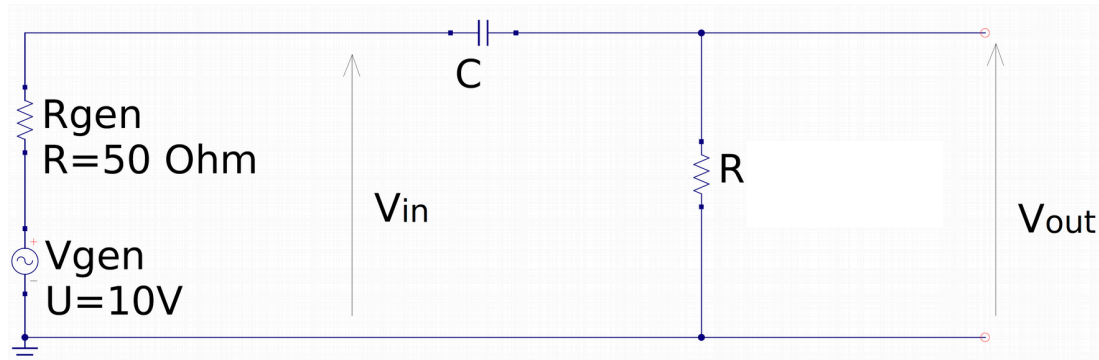
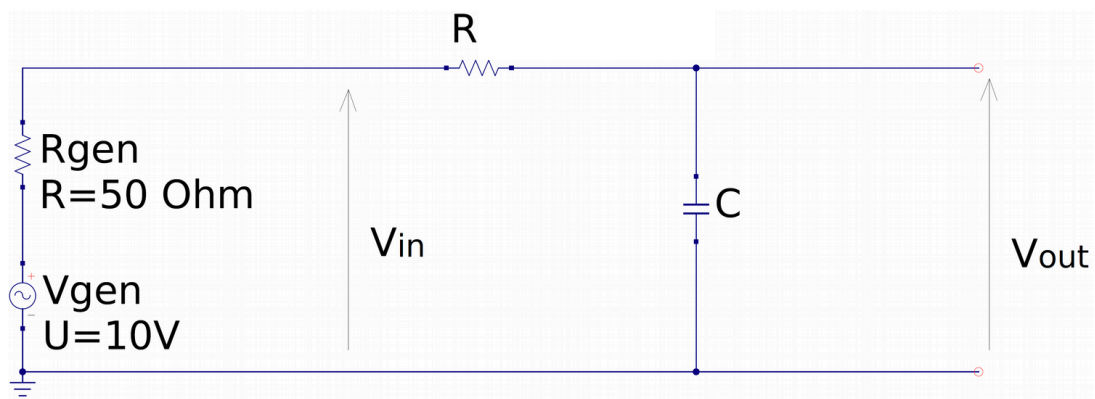

Fig.1: filtro RC passa alto
Fig.2 Circuito RC passa basso
Analogamente, il circuito di fig. 2 effettua **l'operazione di integrazione**, infatti l'equazione di maglia diventa:
1. Verificare sperimentalmente che, inviando con il generatore di funzioni un'onda quadra al circuito di fig. 2, si può ottenere l'integrale della tensione di ingresso. Realizzando un ottimo integratore si dovrebbe ottenere un'onda triangolare.
1. Costruire un circuito RC passa un circuito RC passa basso (fig. 2) con una frequenza di taglio f_L di circa 100 kHz.
Usando il calcolo simbolico (applicabile solo se il segnale di ingresso è di tipo sinusoidale) si può analizzare il circuito di fig.1 (filtro RC passa alto):
Simile analisi può essere applicata al circuito di fig. 2 (filtro RC passa basso)
Attenzione: Nel caso specifico dei circuiti di fig. 1 e 2, poiché il generatore di tensione ha una sua impedenza di uscita ($50\ \Omega$), la tensione V_{in} è originata dal partitore di tensione ai capi della serie RC, quindi non è equivalente alla tensione erogata dal generatore. Misurare quindi V_{in} ad ogni frequenza.
1. Costruire un circuito RC passa alto (fig. 1) e, successivamente, un circuito RC passa basso (fig. 2) con una frequenza di taglio f_L di qualche kHz o decina di kHz.
4. Verificare che è un circuito passa alto o passa basso, effettuando una regressione con la funzione $A(f)$ ottenuta mediante calcolo simbolico (eq. (2) per il passa alto, per il passa basso ricavarla). Nel creare la funzione in ROOT, chiamare il "parametro 0" direttamente f_L^2 ($1/f_L^2$ per il passa basso) e ricavare la frequenza di taglio di conseguenza. Provare a effettuare questa parte dell'analisi SENZA utilizzare le misure di resistenza e capacità, ossia lavorando come se il quadrupolo fosse di costruzione incognita.
Se si considera il circuito di fig. 1 si può scrivere l'equazione di maglia: